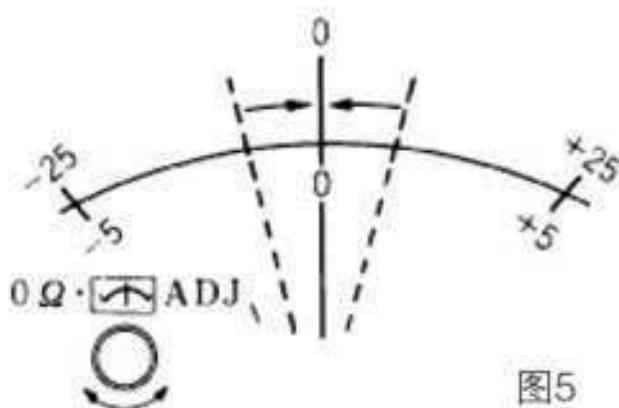

图5
6. 指针移向中央0线附近后，调节零讯号仪表(NULL)用指针零调节器⑥，将指针准确对准0刻度线。(参照图5)